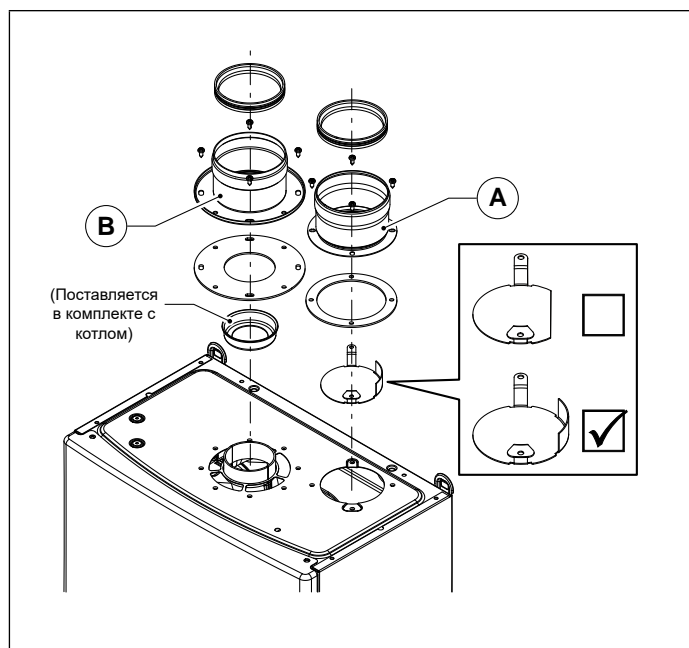

Рис. 16 OSDOPPIA13
- Смонтируйте соответствующий дефлектор воздуха (смотри Рис. 16 0SDOPPIA13).
Выбор применяемых диафрагм, поставляемых с котлом (смотри Рис. 16 0SDOPPIA13).